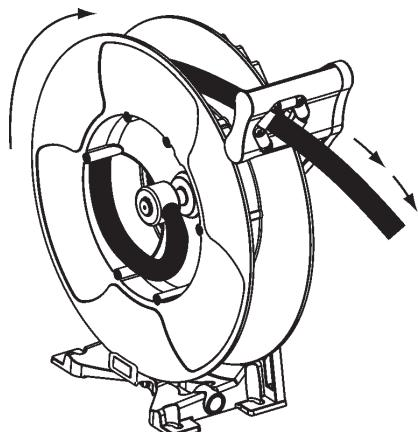

Fig.15
- Pull the hose out and let the hose reel latch (fig. 15).
- Tire de la manguera hasta que quede trincada en el enrollador (fig. 15).
1. Tirer le tuyau jusqu'au verrouillage du cliquet (fig. 15).
1. Ziehen Sie den Schlauch ganz heraus und lassen sie ihn einrasten (Fig. 15).